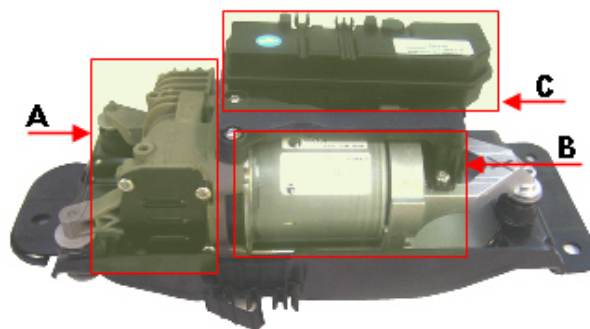

Fig. 1
- sezione ( A ): cilindro – pistone ( Fig. 1 )
- sezione ( B ): motore elettrico ( Fig. 1 )
- sezione ( C ): gruppo elettrovalvole ( Fig. 1 )